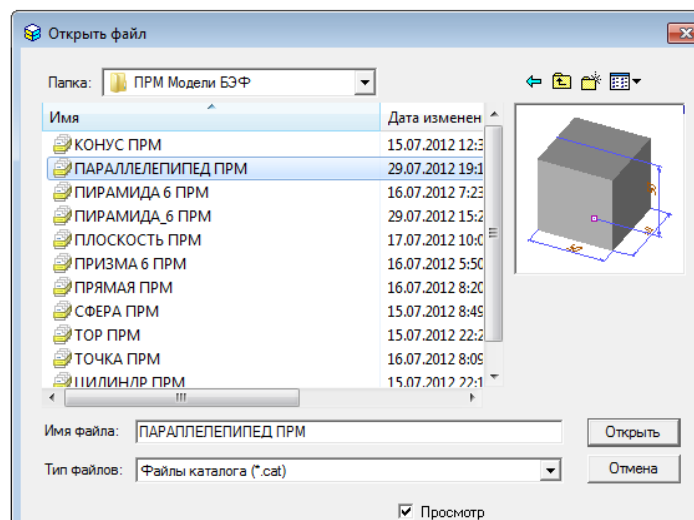

Рисунок 2.1 - Список параметрических моделей БЭФ
1.Последовательно нажмите на кнопку **Чтение Фрагмента** (  ), выберите папку **ПРМ Модели БЭФ, Параллелепипед ПРМ, Открыть** (рисунок 2.1).